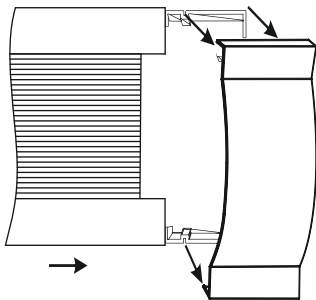

Рисунок 2.
- Сдвиньте боковые крышки вверх и снимите их по направляющим с корпуса (рисунок 2).